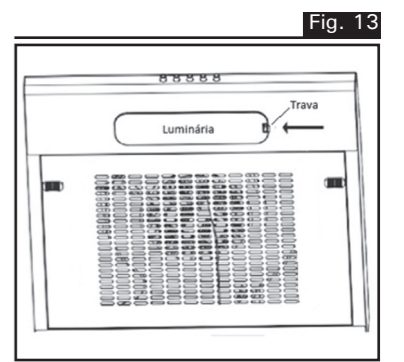

Fig. 13
1. Abra a tampa transparente da luminária (mostrada na Fig. 13), apertando a trava localizada à direita da mesma no sentido indicado pela seta, puxando-a para trás.